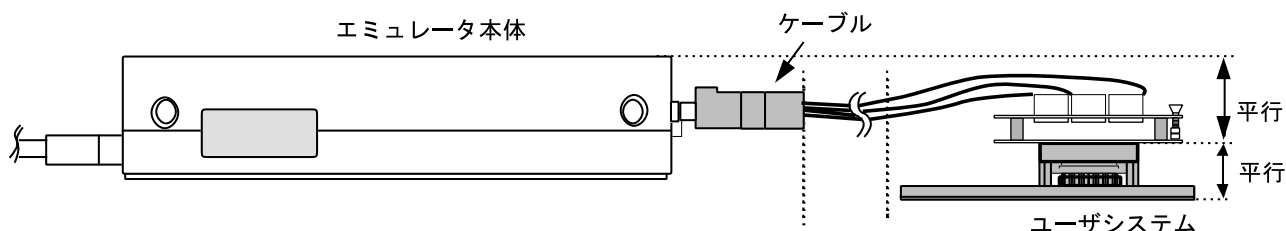

図10 設置例
- (1) ユーザシステムへの接続時には1ピン位置に十分注意して、誤接続は絶対にしないでください。
- (2) 本ユーザシステムインタフェースケーブルを使用する場合の推奨マウントパッド寸法は、MCU実装用マウントパッド寸法とは異なりますので注意してください。
- (3) 本ユーザシステムインタフェースケーブルは、HS3008EPI60Hエミュレータ専用ですので、他のエミュレータ本体には使用しないでください。
- (4) ケーブル本体部が断線する可能性がありますので、本ユーザシステムインタフェースケーブルの上に重いものや金属等の角の尖ったものを置かないでください。
- (5) ユーザシステムに接続した状態では、ユーザシステムインタフェースケーブル、特にケーブル先端部に無理な力が加わらないように注意する必要があります。図10の設置例を参照してご使用ください。